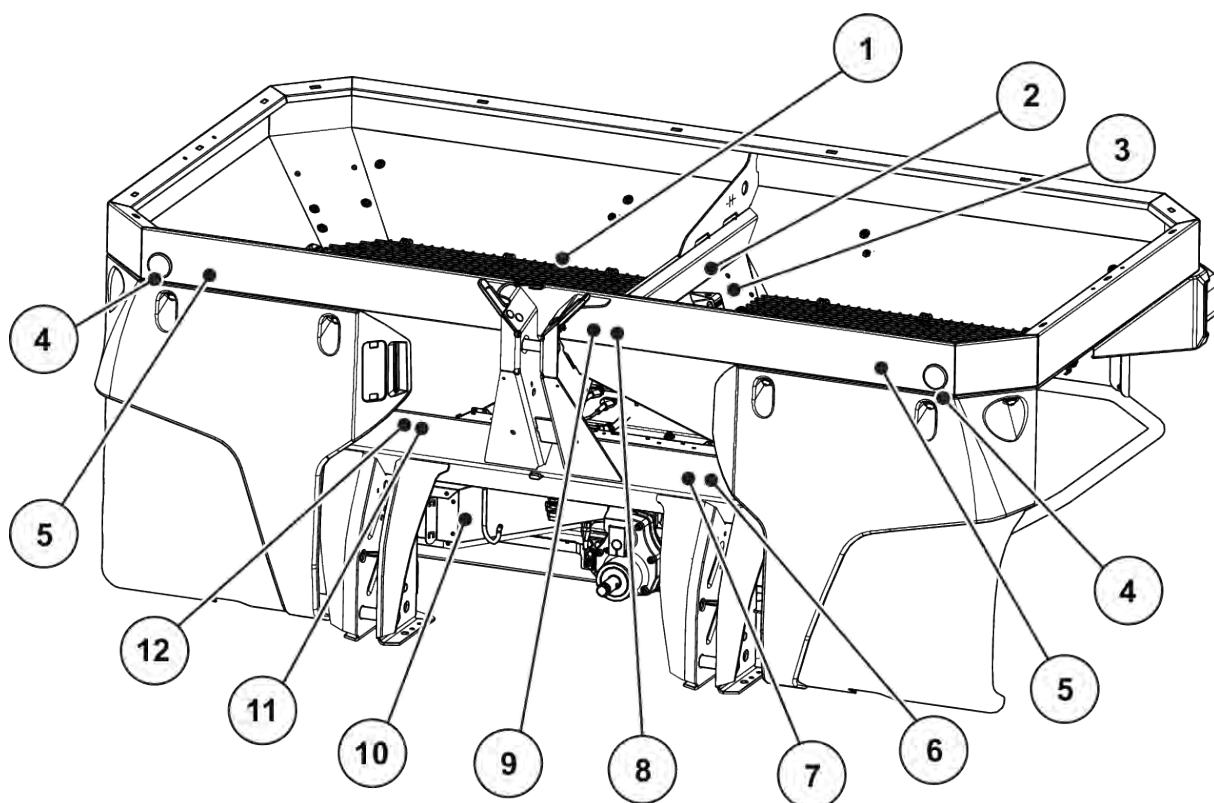

Рис. 2: Защитные устройства, наклейки с предупредительными указаниями и инструкциями, передняя сторона
Машина на заводе-изготовителе оснащена осветительным устройством и передними, задними и боковыми габаритными огнями (расположение на машине см. Рис. 2 Защитные устройства, наклейки с предупредительными указаниями и инструкциями, передняя сторона).
- защитные устройства; см. *Рис. 2 Защитные устройства, наклейки с предупредительными указаниями и инструкциями, передняя сторона*